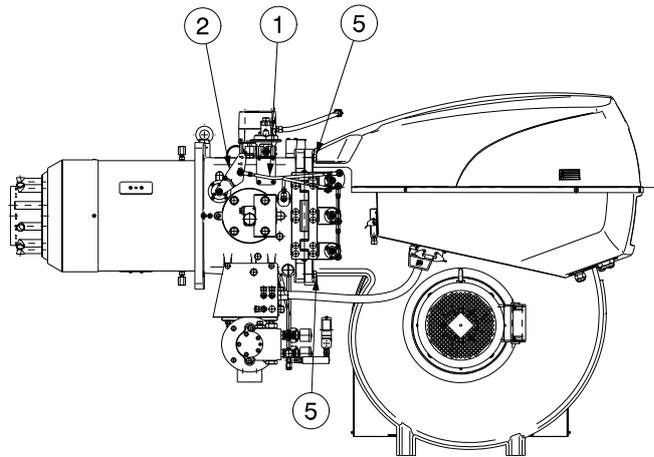

Abb. 41
- Den Zuganker 1)(Abb. 41) des Steuerhebels des Flammkopfs durch Lockern der Mutter 2) entfernen.